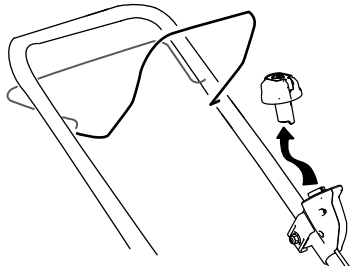

Figure 18
1. Retirez le bouton de démarrage électrique (Figure 18).